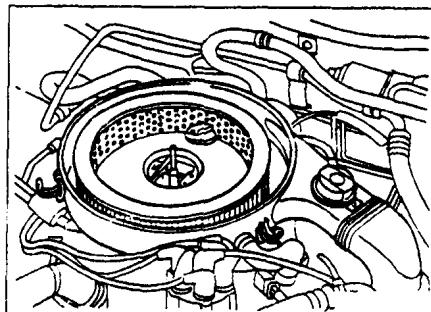

图1-17
(1) 粘性纸型：在一次大修期间内，粘性纸型的空气滤芯不需要清洁。
• 图1-17为空气滤清器滤芯安装情况。
(2) 干纸型：在推荐间隔时间内，清洁或更换滤芯是有必要的，在多尘地点作业时，要勤清洁或